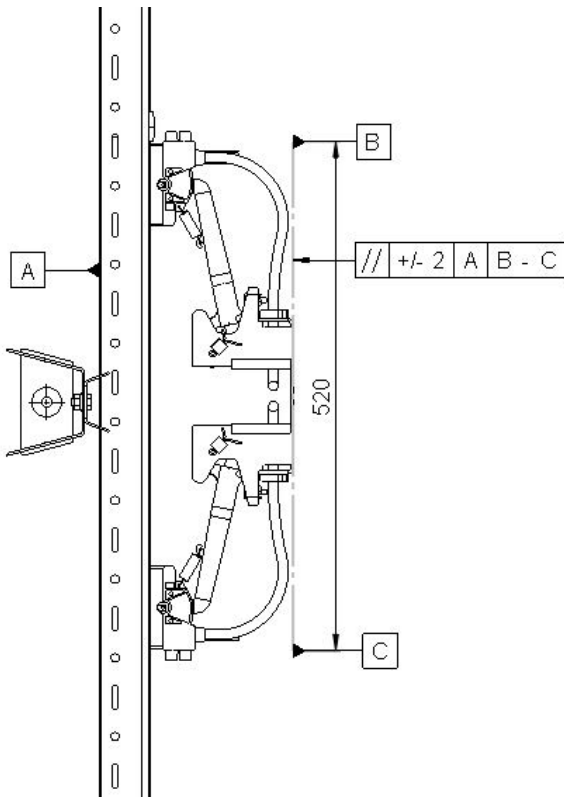

Abb. 85: Toleranz Parallelität
- Den Abstand Montageebene der Stromabnehmereinheit zur Schleiffläche der Schleifleitung nach Einbauzeichnung einhalten (siehe Abb. 82 bis Abb. 85):
- Der Stromabnehmer muss senkrecht auf der Schleiffläche stehen (siehe Abb. 82 bis Abb. 85). Bei Bedarf muss die Position der Stromabnehmer angepasst werden. Ein Höhenversatz kann zur Beschädigung der Schleifkontakte und des Isolierprofils führen